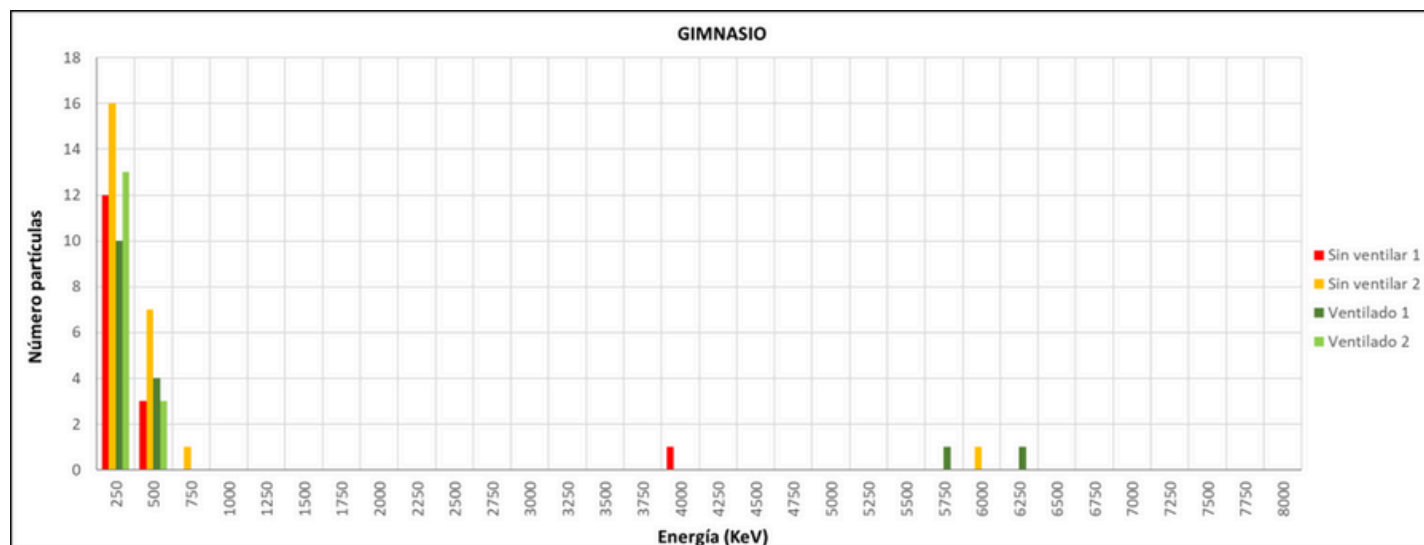

Figura 8. Gráfica del número de partículas alfa detectadas con cada valor de energía en el gimnasio
3. **Gimnasio (Figura 8).** El gimnasio muestra los niveles más bajos de radón probablemente por ser un espacio amplio y con óptima ventilación que favorece la dispersión del gas. La curva de energía es más plana, con un pico débil al rededor de los 4000 keV y con menos de 16 partículas.